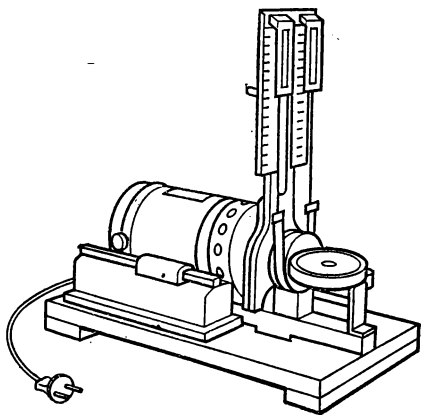

Рис. 2.45
1. В лабораторной работе исследуется электродвигатель постоянного тока, на валу которого закреплен шкив (рис. 2.45). Изменяя натяжение пружины ленточного тормоза, можно изменять скорость вращения якоря. Измерение скорости производится по счетчику оборотов. Для этого по секундной стрелке часов замечают отрезок времени t , за которое якорь сделает N оборотов. Скорость вращения можно рассчитать по формуле